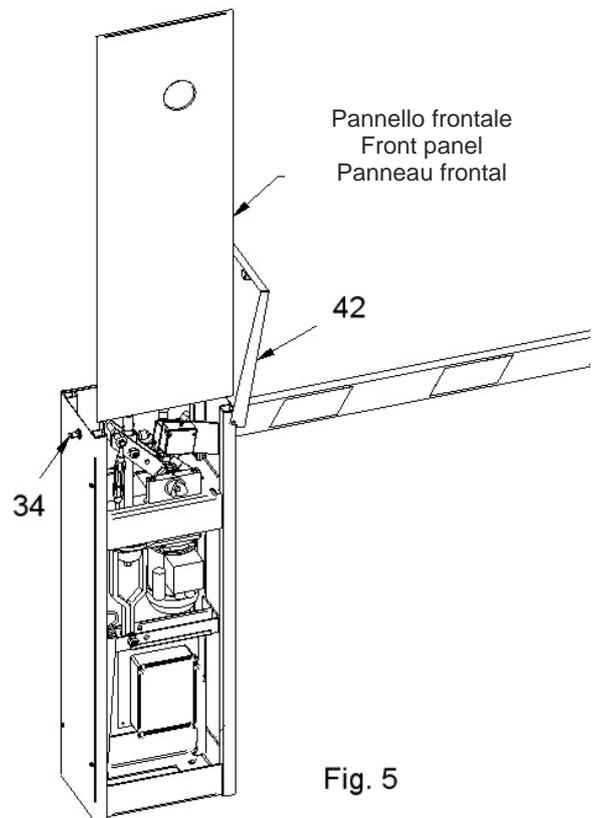

Fig. 5
4.2) **I** Appoggiare l'armadio sulla piazzola e fissarlo con 4 tasselli metallici o chimici utilizzando i 4 fori presenti sul fondo dell'armadio barra (se si dispone della base a murare bloccare l'armadio sulla base con i dadi in dotazione). Attenzione per accedere al fondo dell'armadio barra bisogna aprire il coperchio nero (pos.42) sbloccando la serratura (pos.34) e sfilare verso l'alto il pannello frontale in alluminio.(fig.5)
**GB** Place the barrier on the plinth and fix it with 4 metal/chemical plugs or fasten the barrier to the foundation plate using the supplied nuts. Note: to get to the barrier's bottom unlock the black cover (42), lift it up and slide the front metal panel up (fig.5).
**F** Placez la barrière sur la base de fondation et fixez-la à l'aide de chevilles métalliques ou chimiques par les 4 trous au fond ou vissez la barrière à la platine de fondation avec les écrous en dotation. Attention : pour accéder au fond de la barrière il faut déverrouiller la serrure, ouvrir le capot noir (42) et faire glisser vers l'haut le panneau frontal (fig.5).